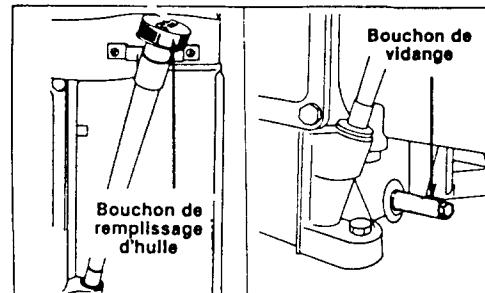

FIGURE 15
- Après les cinq premières heures d'utilisation d'un moteur neuf, vidangez l'huile du carter (figure 15), le moteur étant chaud et remplissez le carter d'huile fraîche. Par la suite, changez l'huile toutes les 25 heures d'utilisation. Vous obtiendrez ainsi une usure
1. Le tracteur étant placé sur un terrain de niveau placez un récipient métallique approprié sous le bouchon de vidange d'huile, puis retirez le bouchon de vidange. Voir figure 15.